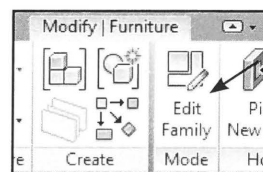

Fig. 06.31. Rediger familien igen.
- Marker et objekt og klik *Edit Family* (Fig. 06.31).